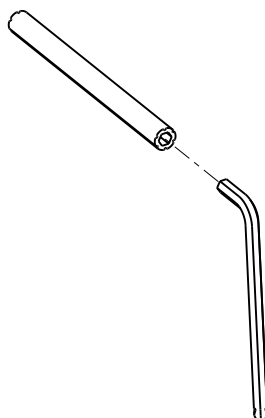

Figura 18 – Cheie hexagonală și prelungitorul instrumentului de scoatere
2. Scoateți cheia hexagonală și prelungitorul instrumentului de scoatere din ansamblul capacului central (Figura 18).